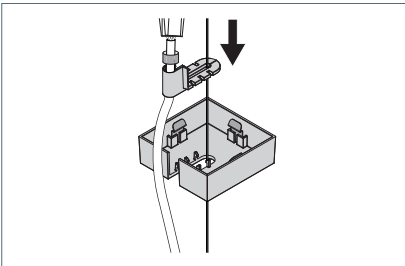

Fig. 18: Kabelführung einsetzen.
- ▶ Setzen Sie die Kabelführung in den Baldachin ein, siehe Fig. 18.